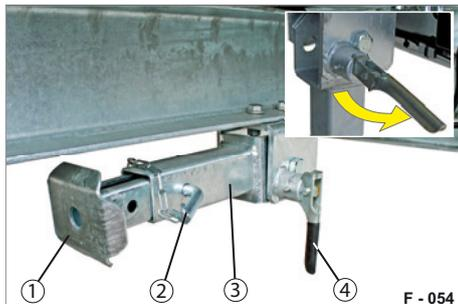

Abb. 38 Clappstutze ausklappen
- ▶ Ziehen Sie am Federriegel (Abb. 38/4).
Die Clappstutze (Abb. 38/3) ist entriegelt.
- ▶ Lassen Sie den Federriegel (Abb. 38/4) los.